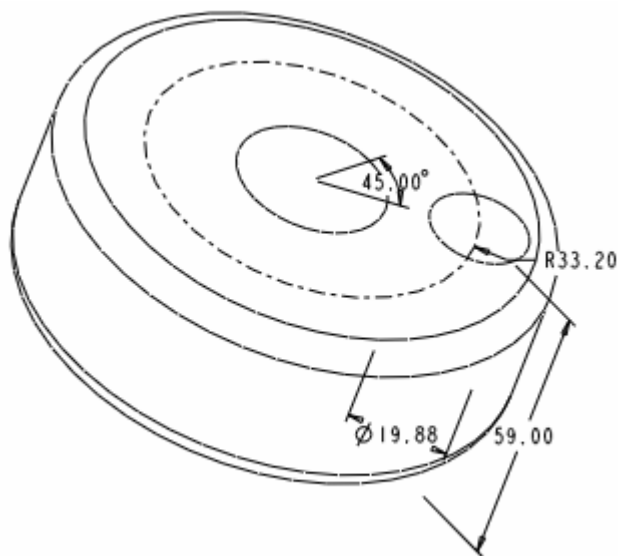

图 16-3
(1) 在模型树中（或在模型中）选中孔特征  孔标识69。
(2) 单击阵列工具按钮 ，打开阵列特征操控板，模型显示孔特征尺寸，如图 16-3 所示。